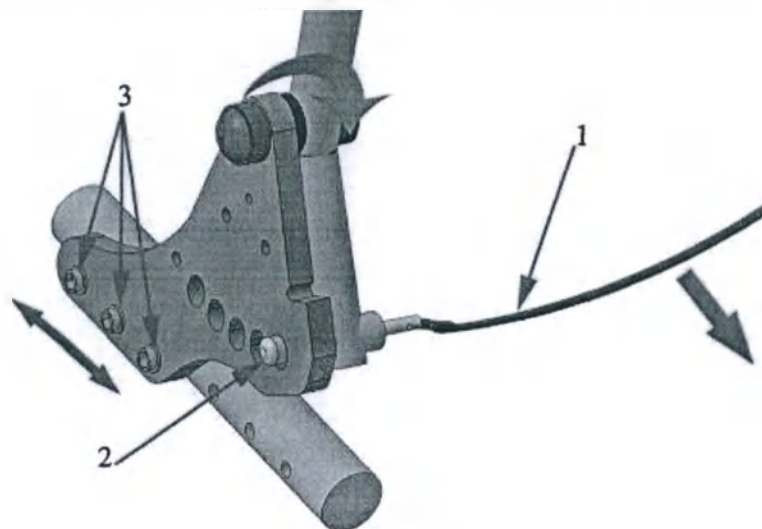

Рис.1.5
5.4.3 Коляска оснащена регулируемой по углу наклона и глубине спинкой. Для регулировки спинки по углу наклона необходимо потянуть за деблокирующий ремень (поз.1, рис.1.5) находящийся внизу спинки. Как только спинка будет установлена на желаемый угол наклона, отпустите ремень и зафиксируйте его в предназначенном для фиксации отверстии. Для безопасности пользования проверьте, чтобы фиксатор (поз.2, рис.1.5) выглядывал из отверстия. Для регулировки спинки по глубине установки открутите болты (поз.3, рис.1.5) отрегулируйте спинку на необходимую глубину, закрутите болты.